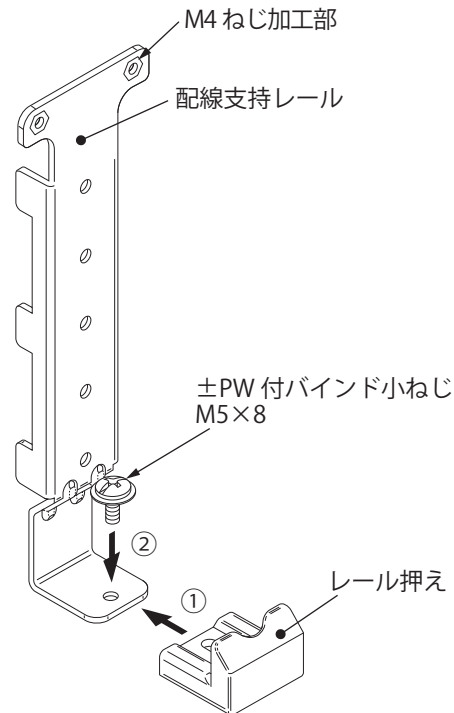

図1
2. 土PW付バインド小ねじ M5×8 を取付けてください。(図1)